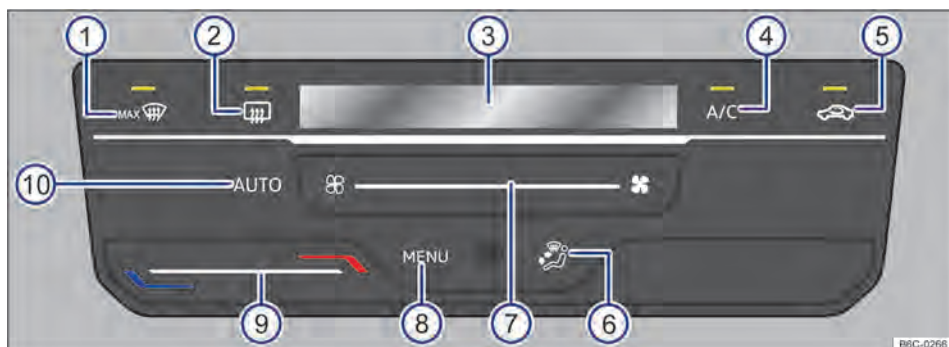

Fig. 83 Mandos del Climatronic.
- **Climatronic:** deslizar el dedo hacia la izquierda bajo el botón de función → fig. 83 (7), después presionar la tecla  de la extremidad izquierda.
Tocando en el botón de función **AUTO** → fig. 83 (10) es posible conectar el modo automático del Climatronic.
el volumen de aire y la distribución de aire se regulan automáticamente. El funcionamiento automático se desconecta cuando la ventilación se cambia manualmente → fig. 83 (7) o cambiando la distribución del aire a través del botón de función → fig. 83 (6).
- **Climatronic:** tocar el botón de función **A/C** → fig. 83 (4) para conectar y desconectar el funcionamiento de la refrigeración.
- *Climatronic*: deslizar el dedo en el botón de función → fig. 83 ⑨.
En la pantalla del Climatronic → fig. 83 ③ se indica la temperatura ajustada.
- *Climatronic*: deslizar el dedo en el botón de función → fig. 83 ⑦.
- *Climatronic*: tocar en el botón de función  → fig. 83 ⑤.
- *Climatronic*: tocar el botón de función → fig. 83 ⑥ para la ubicación deseada, la distribución seleccionada se indicará en la pantalla ③.
- *Climatronic*: tocar en el botón de función  → fig. 83 ①.
- *Climatronic*: tocar en el botón de función  → fig. 83 ②.
→ fig. 83 para abrir el menú del aire acondicionado en la radio.